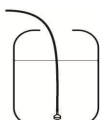

Fig.9
- 4- Inserire il tubo in dotazione nel recipiente del brillantante e del detergente (se disponibile). (Fig.9)